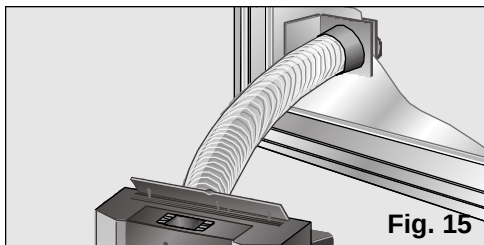

Fig. 15
- ❑ Nel caso di un'installazione fissa attraverso finestra, si usa soltanto il pezzo finale trasparente dell'accessorio e bisogna eseguire nel vetro un buco di 10,5 cm di diametro, **Fig. 15**.